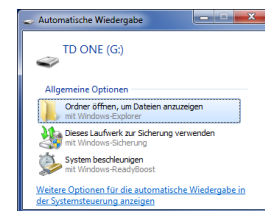

Bild 3: TD ONE wird als Laufwerk erkannt
2. Warten Sie, bis der TD ONE EX vom Betriebssystem des PCs erkannt wurde (Bild 3)